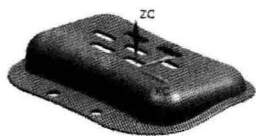

图 1.2 定义后的模具坐标系
- (1) 在“注塑模向导”工具条中, 单击“模具 CSYS”按钮 , 系统弹出“模具 CSYS”对话框。
- (2) 在“模具 CSYS”对话框中选中 **C 产品实体中心** 单选项, 然后选中 **锁定 Z 位置** 复选框。
- (3) 单击 **确定** 按钮, 完成模具坐标系的定义, 结果如图 1.2 所示。